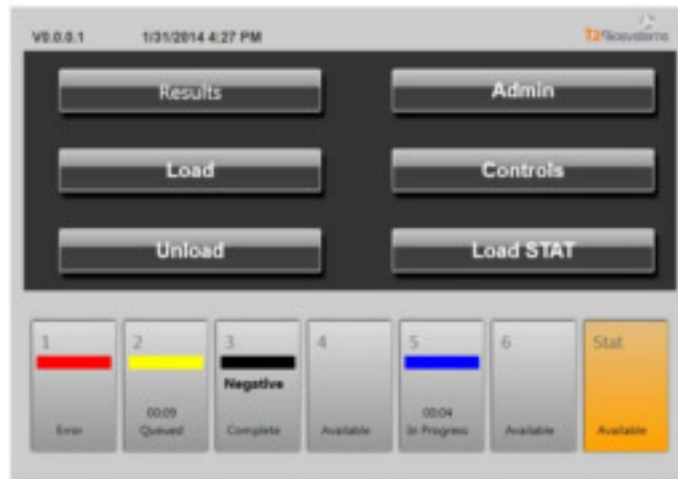

Abbildung 9. Hauptmenü
1. Im Hauptmenü auf „**Admin.**“ drücken (Abbildung 9) und das Administrator-Passwort eingeben.